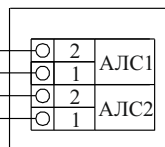

Рисунок 4
- подключить провода АЛС к клеммной колодке (рисунок 4). УДП подключается к прибору при помощи двухпроводной АЛС с номинальным сечением проводов от 0,35 до 1,5 мм2. При большом количестве УДП с встроенным изолятором КЗ (более 25 шт.) рекомендуется использовать кабель сечением не менее 0,5 мм2;